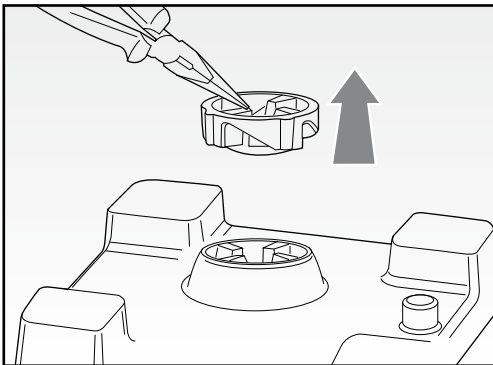

Fig. 8
- rimuovere la tazza (C) dal corpo motore (E);
- servendosi di una pinza, rimuovere il giunto originario (fig. 8);